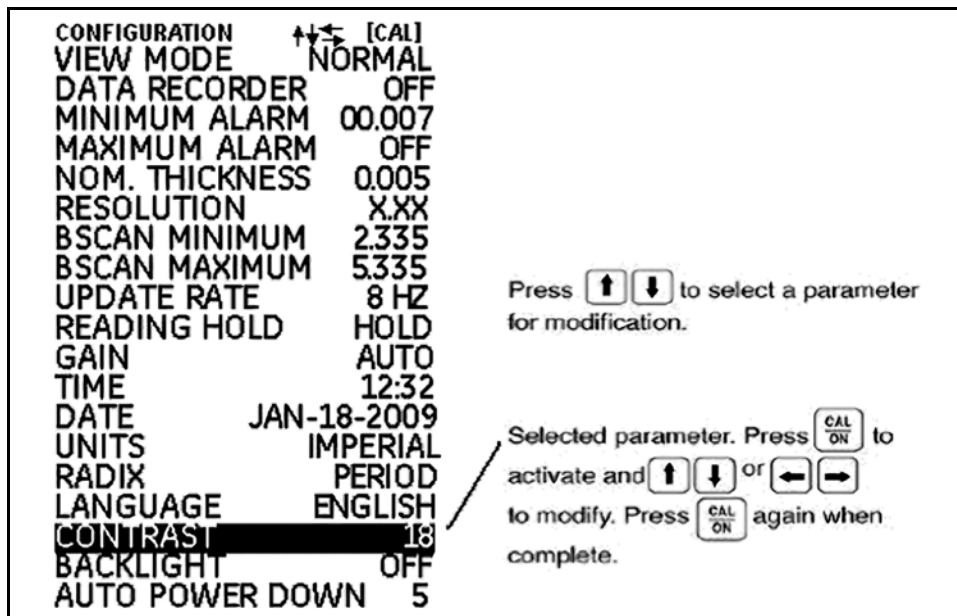

图 6: 配置显示模式
- **配置显示模式** - 通过此屏幕访问仪器控件。配置显示屏上列出的控件随安装的选件而变化（请参阅第 13 页的图 6）。“Configuration”（配置）显示屏的内容取决于仪器所安装选件的配置。